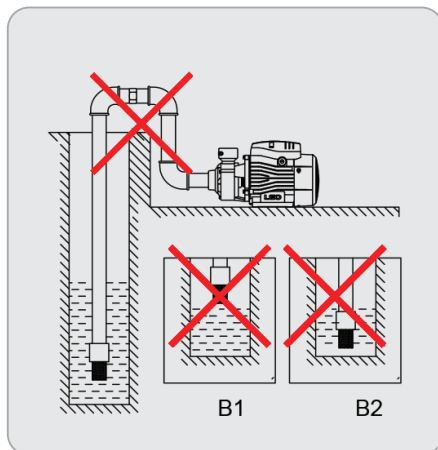

Fig.10
Inc corecta - vezi Fig.10.
Sorbul de admisie (1) trebuie amplasat vertical si la 30 cm de fundul apei pentru a evita aspirarea de impuritati, nisipuri sau pietre (Fig.10 B2).
Daca hidroforul preia apa din puturi sau bazine, trebuie sa controlati scaderea nivelului apei in timpul functionarii. Daca sorbul de admisie ajunge deasupra suprafetei apei (Fig.10 B1), hidroforul va functiona in gol si trebuie oprit.